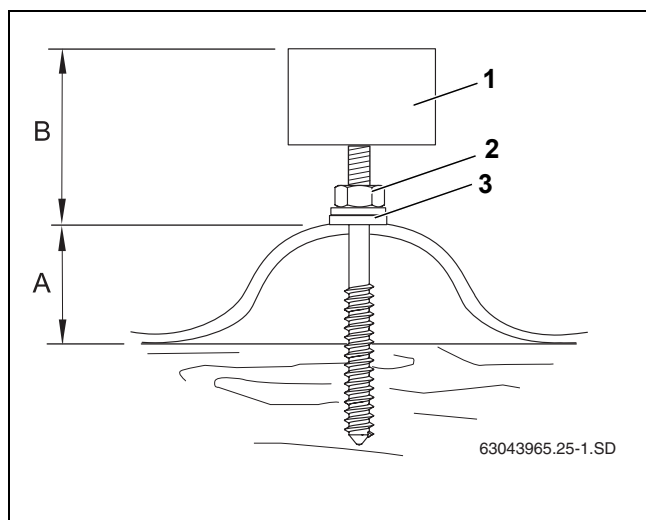

Fig. 23 Succesiunea etapelor de montare a șuruburilor de ancorare
Asigurați-vă la strângerea șuruburilor de ancorare că distanța B (Tab. 7 și Fig. 23) este aceeași pentru toate șuruburile de ancorare.
- ▶ Strângeți piulița (Fig. 23, [2]) până când șaiba pentru etanșare (Fig. 23, [3]) se sprijină complet pe acoperiș.